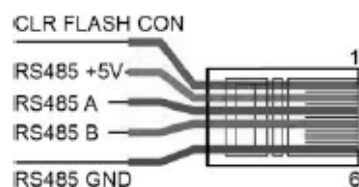

Abb. 4. Pinbelegung des RJ12-Steckers - RS-485 Modbus
- Schließen Sie die Leitungen der RS-485-Schnittstelle gemäß Abb. 4 an den RJ11-Stecker an.